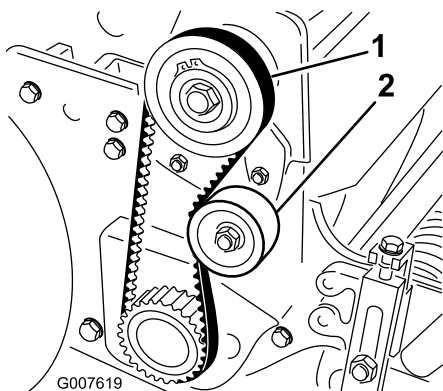

Figure 29
2. Contrôlez la tension en exerçant une force de 1,8 à 2,3 kg à mi-distance entre les poulies (Figure 29). La courroie doit présenter une flèche de 6 mm.
- A. Desserrez l'écrou de fixation de la poulie de tension et faites pivoter la poulie dans le sens horaire contre l'arrière de la courroie jusqu'à ce que vous obteniez la tension voulue (Figure 29).